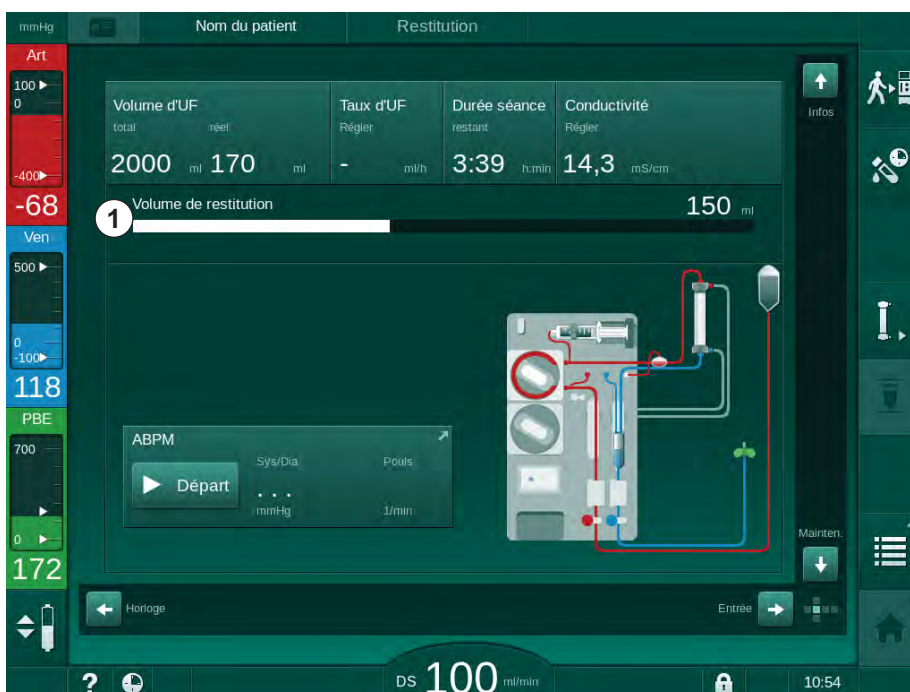

Fig. 6-20 Restitution en cours
↪ Le volume de sang restitué est indiqué à l'écran (Fig. 6-20, ①).